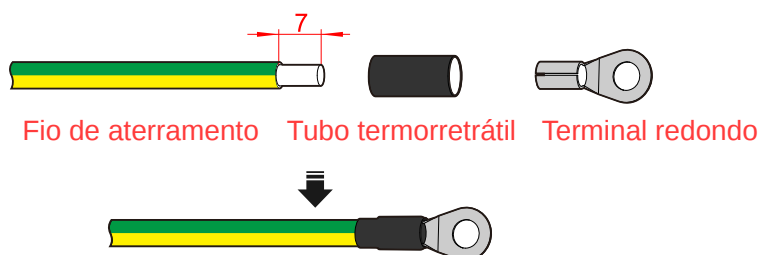

Figura 3-13 Prese o fio de aterramento(unidade: mm)
- Etapa 1** Remova a camada de isolamento do fio de aterramento com o desencapador de fios e crimpe-o no terminal redondo fornecido como exibido na Figura 3-13.